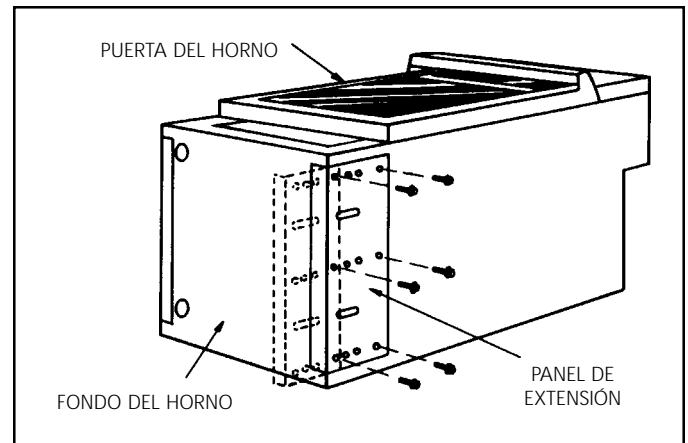

Figura 4
- A. Coloque el horno sobre su parte posterior (ver figura 4).